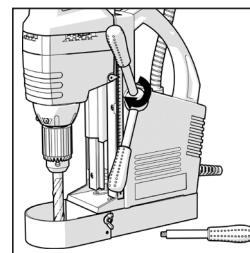

Fig. 1
- Fixez les trois poignées au trou de bossage en veillant à les visser à fond. (**Fig. 1**)